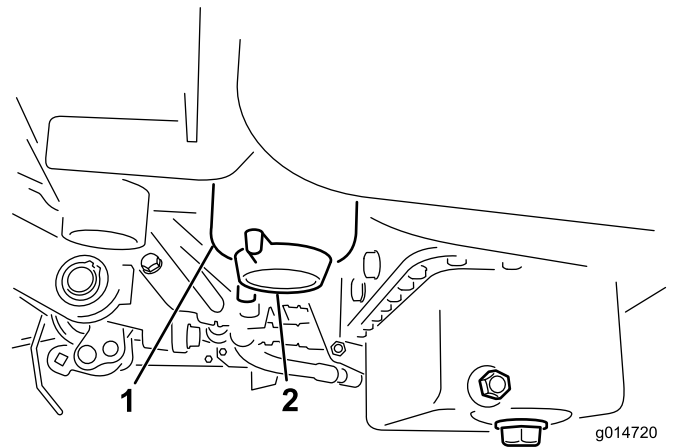

Figura 34
2. Limpe a zona de montagem do recipiente do filtro (**Figura 34**).
4. Abra o tampão de escoamento do filtro (**Figura 34**).